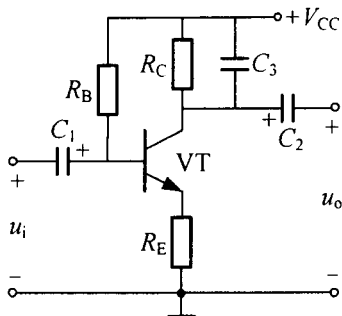

图 T1.3
3. 根据放大电路的组成原则, 分析图 T1.3 各电路是否具有放大功能, 并说明原因。